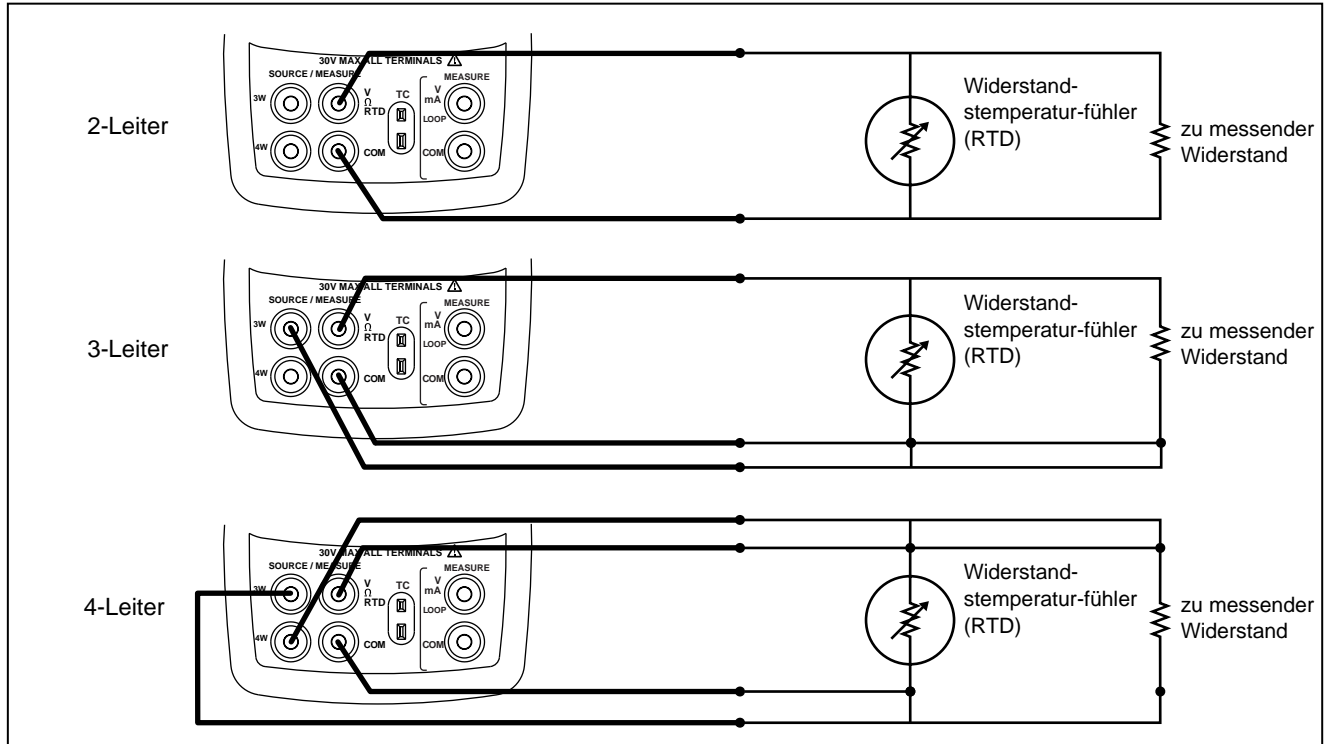

Abbildung 11. Messen von Temperatur mit einem Widerstandstemperaturfühler (RTD), Messen von 2-, 3- und 4-Drahtwiderstand
4. Den Widerstandstemperturfühler gemäß Abbildung 11 an die Eingangsbuchsen des Kalibrators anschließen.